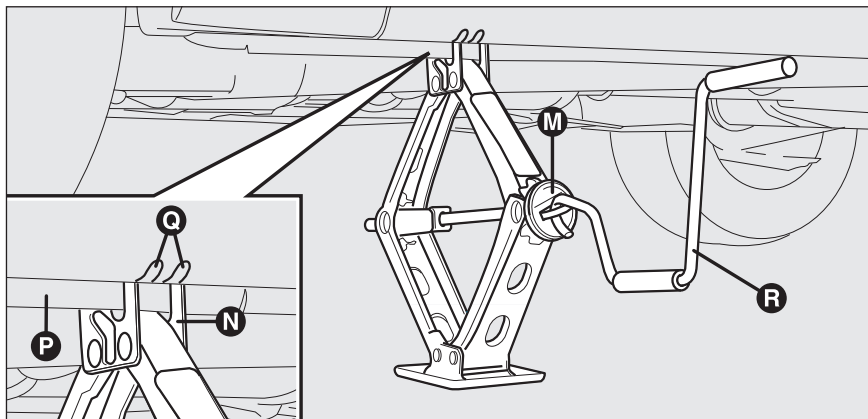

fig. 6
- ❑ actionner le dispositif **M-fig. 6** de manière à détendre le cric jusqu'à ce que la rainure **N** sur la partie supérieure du cric s'engage correctement sur le profil inférieur **P** prévu sur la carrosserie près de l'indication **Q** (à 72 cm environ du centre de la roue avant ou bien 75 cm du centre de la roue arrière);
- ❑ introduire la manivelle **R-fig. 6** pour permettre l'actionnement du cric et soulever la voiture jusqu'à ce que la roue se lève du sol de quelques centimètres;
- ☐ actionner la manivelle **R-fig.6** du cric de façon à baisser la voiture et enlever le cric;